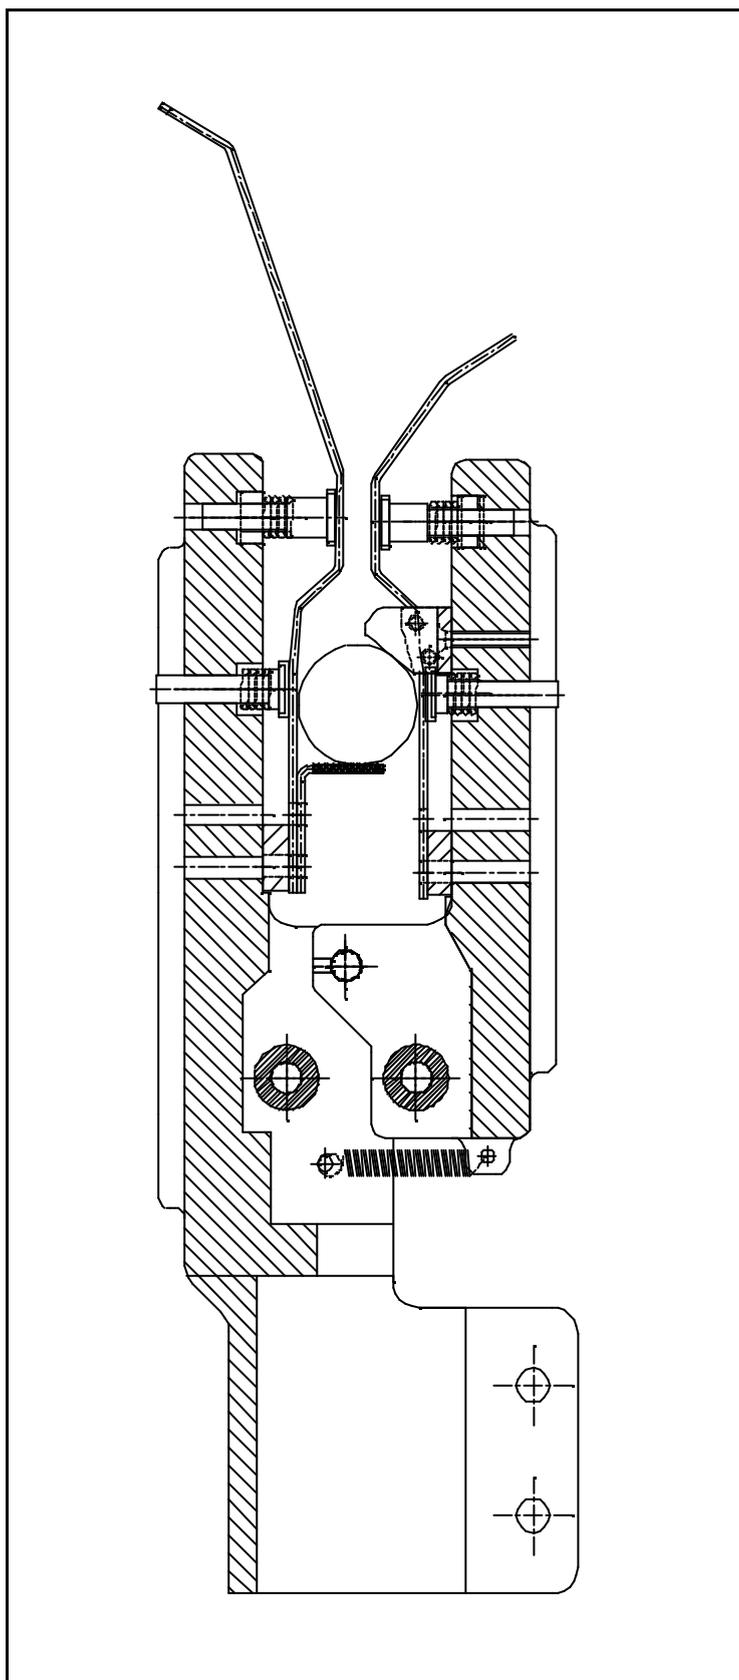

Fig. 2.2
- Tre bracci articolati con contatto mobile ad espansione (Fig.2.2).